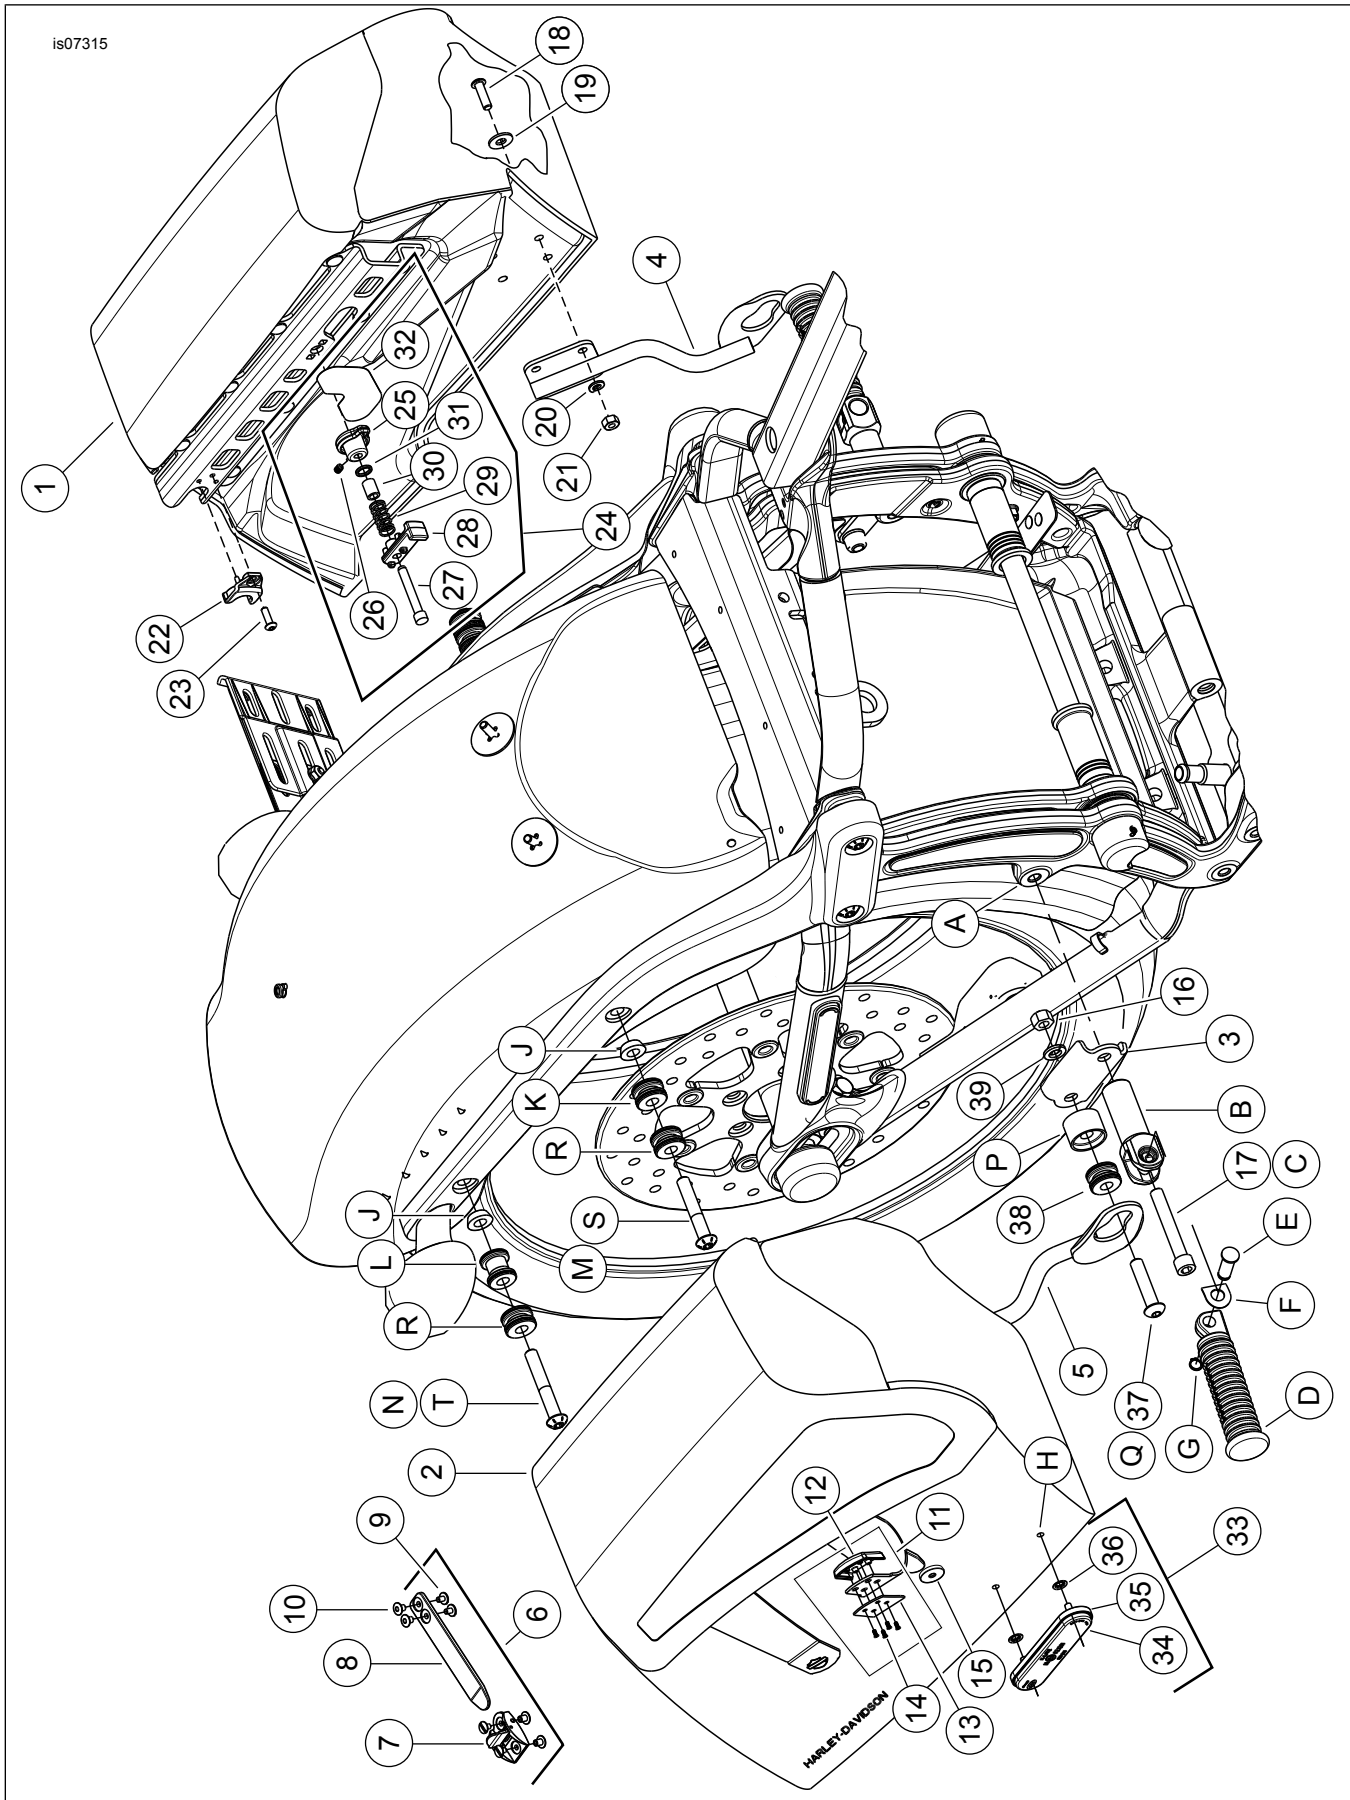

Abbildung 2. Ersatzteile: Abnehmbare FXSB/SE-Satteltaschen
2. Siehe Abbildung 2. Den Stützzarm (4) auf die vier Befestigungslöcher der linken Satteltasche (1) ausrichten.
3. Den Stützzarm (4) an der Satteltasche (1) sichern.
a. Die Schraube (18) durch die Unterlegscheibe (19) und den Stützzarm (4) von der Innenseite in die linke Satteltasche (1) einsetzen.
b. Die Schraube mit der Sicherungsscheibe (20) und Sechskantmutter (21) sichern. Von Hand anziehen. Zu diesem Zeitpunkt nicht vollständig anziehen.
4. Das Verfahren für die rechte Satteltasche (2) und den rechten Stützzarm (5) wiederholen.
1. Siehe Abbildung 2. Die Reflektorhalterung (35) in der Nähe der unteren, vorderen Seite der Satteltasche oder hinten, direkt über dem Harley-Davidson® Logo platzieren.
3. Mit Seifenwasser oder einer Mischung aus 50–70 % Isopropylalkohol und 30–50 % destilliertem Wasser die Oberfläche der Reflektorhalterung (35) an der Stelle reinigen, an der der Reflektor angebracht werden soll. Gründlich trocknen lassen.
4. Die Schutzfolie von der Klebstoffseite des Reflektors (34) abziehen. Den Reflektor vorsichtig auf die Reflektorhalterung aufsetzen und fest andrücken. Den Reflektor mit konstantem Druck mindestens eine Minute lang andrücken.
6. Die Reflektorhalterung (35) mit zwei Druckmutter (36) an der Satteltasche anbringen. Die Druckmutter werden von der Innenseite der Satteltasche aus eingebaut.
1. Siehe Abbildung 2. Die Zapfen des hinteren Befestigungspunkt-Distanzstücks (22) in die Rückseite der Satteltaschenhalterung einsetzen.
2. Ein wenig Loctite 243 – blau auf die Gewindegänge der Schrauben (23) ca. 3–6 mm (1/8–1/4 in) entfernt vom Schraubenkopf auftragen.
2. Siehe Abbildung 2. Am Knopf (25) (in der Nähe der Mitte in der Satteltasche) ziehen und ihn in Richtung Satteltaschenvorderseite drehen.
2. Siehe Abbildung 2. Am Knopf (25) (in der Nähe der Mitte in der Satteltasche) ziehen und ihn in Richtung Satteltaschenvorderseite drehen .
- Die Schrauben (Abbildung 2, Teil 18) des 3. Befestigungspunkts auf folgendes Drehmoment anziehen: 6,8–10,2 N·m (60–90 in-lbs).
- Schrauben der Fußrast (Abbildung 2, Teil 17) auf folgendes Drehmoment anziehen: 33,9–40,7 N·m (25–30 ft-lbs).